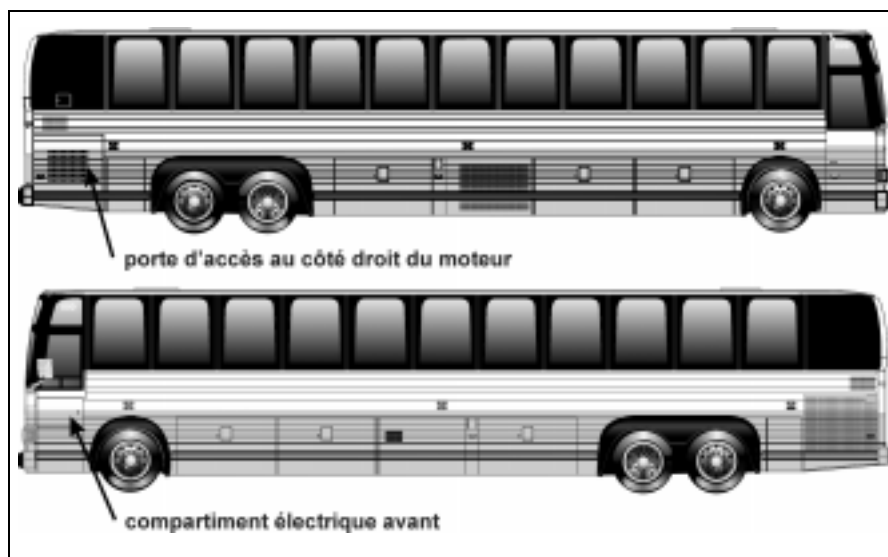

FIGURE 8 : PORTES D'ACCÈS ET COMPARTIMENTS
1. Ouvrir la porte d'accès au côté droit du moteur (figure 8).
4. Ouvrir la porte du compartiment électrique avant (figure 8).